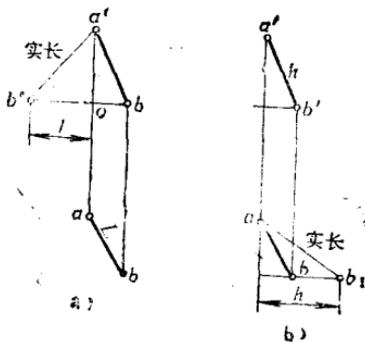

图 4
8. 如图 4 a, 用直角三角形法求线段实长, 是以 ab 的正面投影_____的_____作对边, 而以该线段的_____投影 ab 作_____的直角三角形斜边的长; 如图 4 b, 在俯视图中是以_____的直高为对边, 以直线的_____ a'b' 为底边的_____的斜边 ab₁, 即为_____。